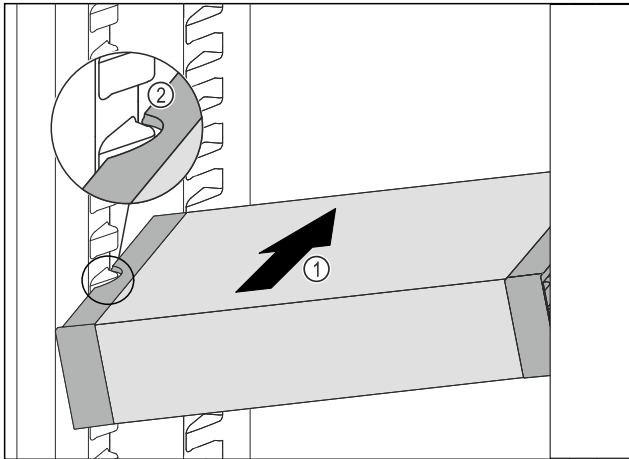

Fig. 56
- ▶ VarioSafe schräg in das Kühlteil einschieben Fig. 56 (1), bis sich die seitlichen Aussparungen Fig. 56 (2) des VarioSafes auf Höhe der Behälterrippe im Kühlteil befinden.